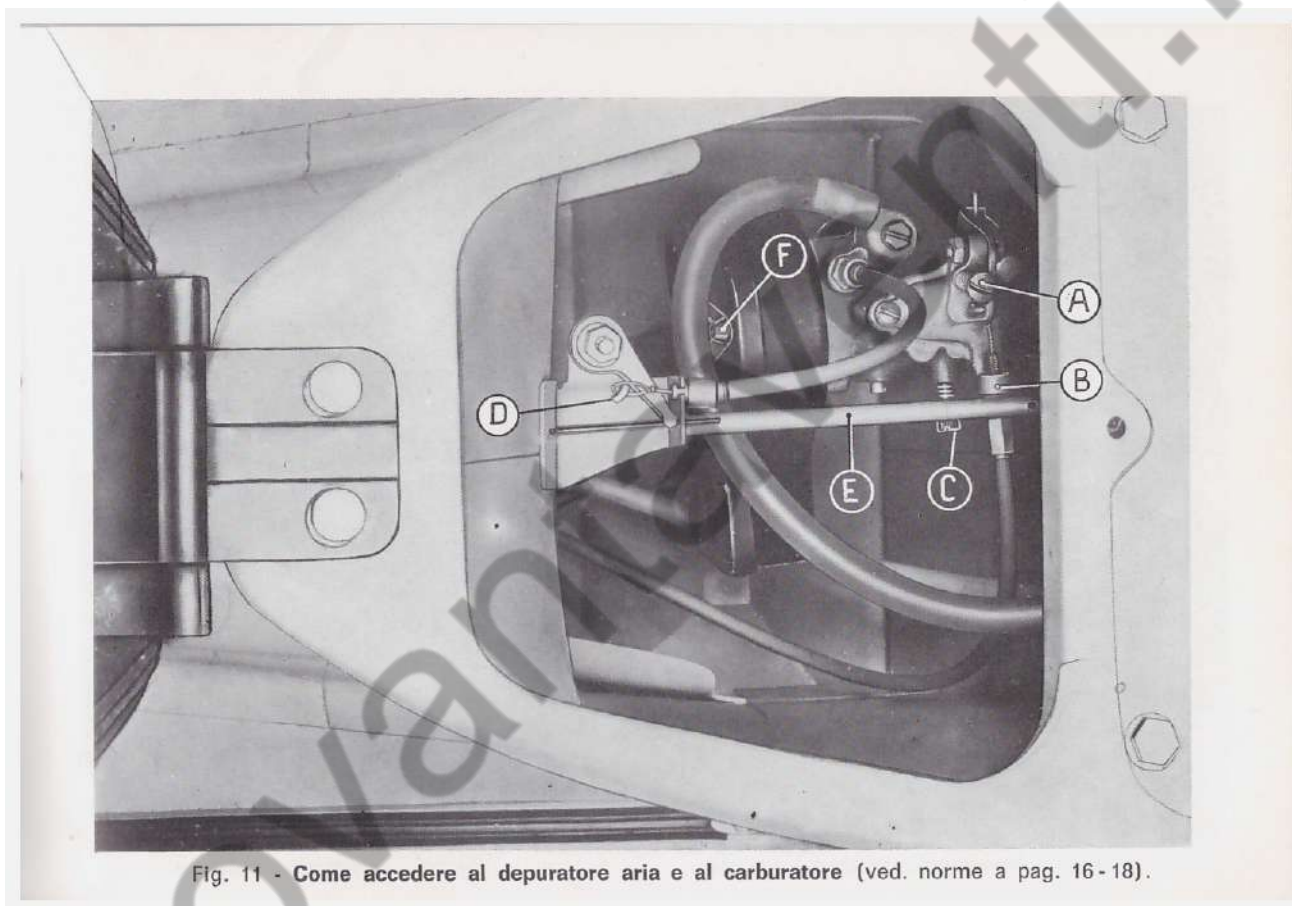

Fig. 11 - Come accedere al depuratore aria e al carburatore (ved. norme a pag. 16-18).
Per regolare il minimo, avvitare o svitare la vite n. 2 di fig. 8 (vite indicata anche in fig. 11 lettera « A »).
- Sul corpo del carburatore, è applicato il registro a vite per la regolazione del gioco sulla trasmissione comando gas (« B » in fig. 11): effettuare la regolazione **solo in caso di necessità** o di smontaggi e rimontaggi.
- Sul carburatore vi è anche una vite con molla che parzializza il condotto del minimo (fig. 8 n. 3) e fig. 11 « C ». Per non influire sul funzionamento del motore ai bassi regimi, **non è consigliabile per il cliente** modificare la posizione di detta vite; in caso di necessità, rivolgersi alle Stazioni di Servizio.